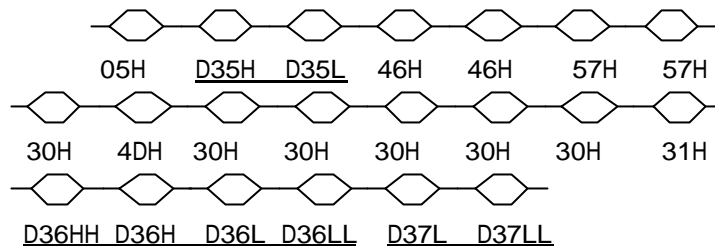

图 1
1. 同时控制 DDMF1-16DO 共计 16 个开关量数据的字通讯协议（见图 1）：